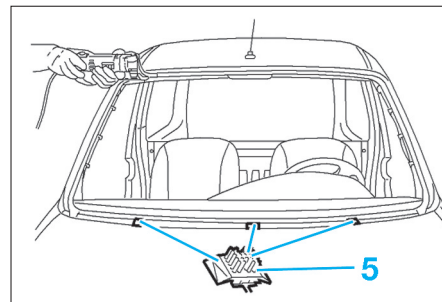

FIG. 4
- Poser les 3 cales à picots (5) (Fig.4).